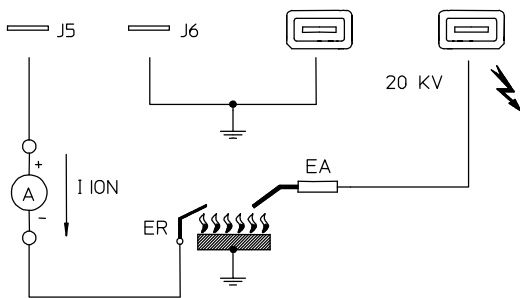

Fig.6
- il livello del segnale di fiamma sia sufficientemente elevato, (vedere Fig.6 per la realizzazione della misura);